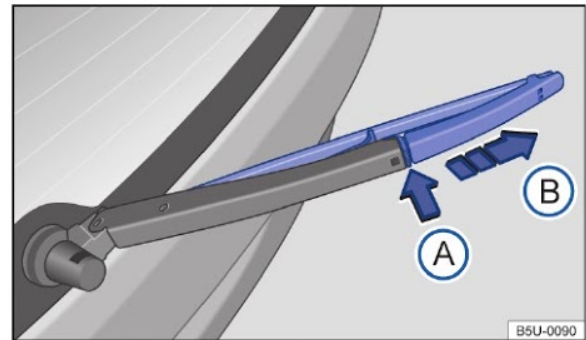

Fig. 107 Substituir a palheta do limpador do vidro traseiro.
- Manter a tecla de destravamento → Fig. 107 Ⓐ pressionada e, ao mesmo tempo, retirar a palheta dos limpadores do para-brisa no sentido da seta.